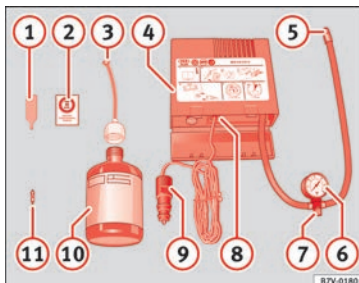

Bild 97 Standardtyp: Innehåll i däckreparationssatsen.
Däckreparationssatsen förvaras under lastgolvet i bagagerummet. Satsen består av följande delar» **bild 97**:
Skruva fast påfyllningsslangen » bild 97 ⑤ igen och kontrollera däcktrycket på mätaren ⑥.